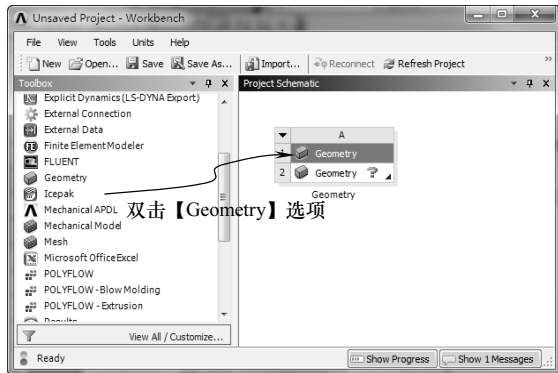

图 6-18 创建分析项目 A
3) 双击【Toolbox (工具箱)】中【Component Systems】下的【Geometry】选项，即可在【Project Schematic (项目管理区)】创建分析项目 A，如图 6-18 所示。